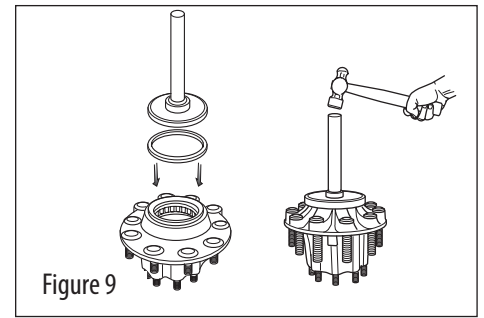

Figure 9
5. Placez le joint dans l'alésage du moyeu, le « CÔTÉ AIR » visible. Utilisez la plaque d'installation ConMet appropriée (voir le tableau ci-dessous) et un outil à joint générique ou une plaque plate et un petit maillet pour bien enfoncer le joint. Ne frappez pas directement sur le joint. Assurez-vous que le joint est repose uniformément au fond de l'alésage. (Voir figure 9). Assurez-vous que le joint n'est pas coincé et que le diamètre intérieur du joint et le roulement intérieur tournent librement.